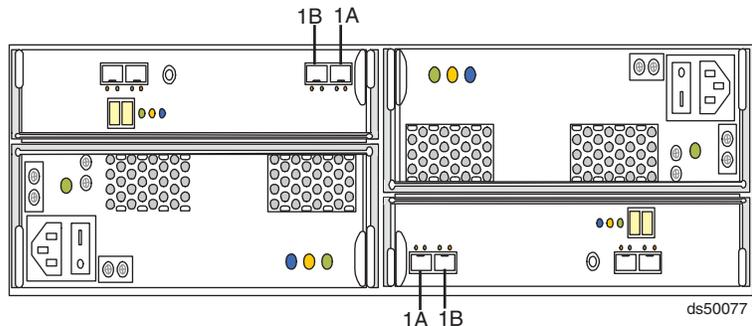

图 47. EXP5000 端口标签
- DS5100 和 DS5300 控制器驱动器端口必须始终连接到标记为 1B 的 EXP5000 端口。因为左右 EXP5000 ESM (ESM A 和 B) 是以不同的方向插入 ESM 托架，因此必须在建立光纤通道连接之前找到标记为 1B 的端口。图 47 显示了 EXP5000 上的端口标签。